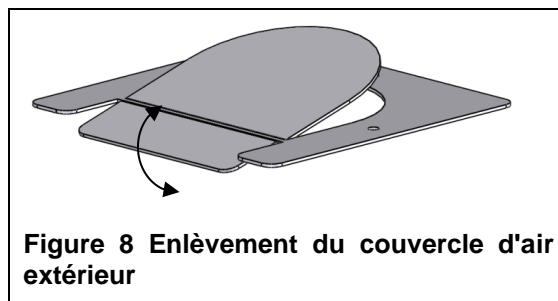

Figure 8 Enlèvement du couvercle d'air extérieur
2. Pliez la partie centrale du couvercle avec un mouvement de va-et-vient afin de le retirer complètement (voir Figure 8)